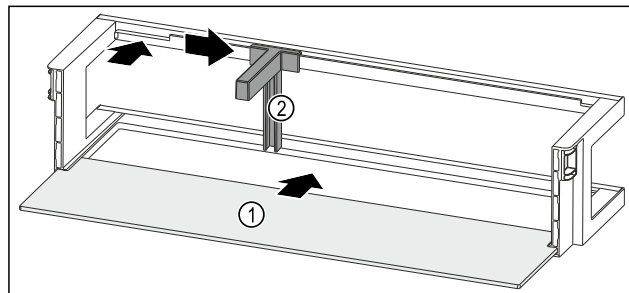

Fig. 120 Türabsteller mit Abstellfläche
- Abstellfläche Fig. 120 (1) in die seitlichen Aussparungen einschieben.
- Flaschenhalter Fig. 120 (2) in die Aussparung einsetzen.
- Flaschenhalter Fig. 120 (2) in gewünschte Position zur Seite schieben.